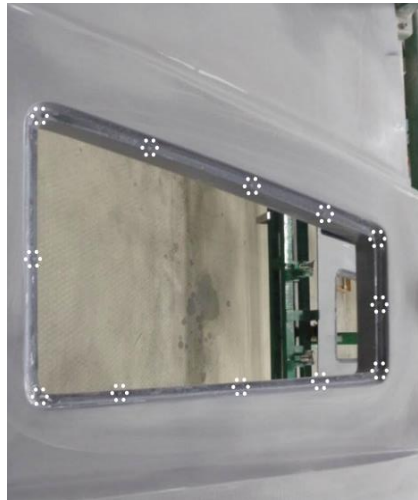

Figure 5 : Flasque de la vitre inférieure de la porte d'entrée
- 16) Figure 5. Presser la bande d'écartement fermement pour une bonne adhérence de la bande d'écartement sur le cadre de porte et couper la longueur de bande requise.